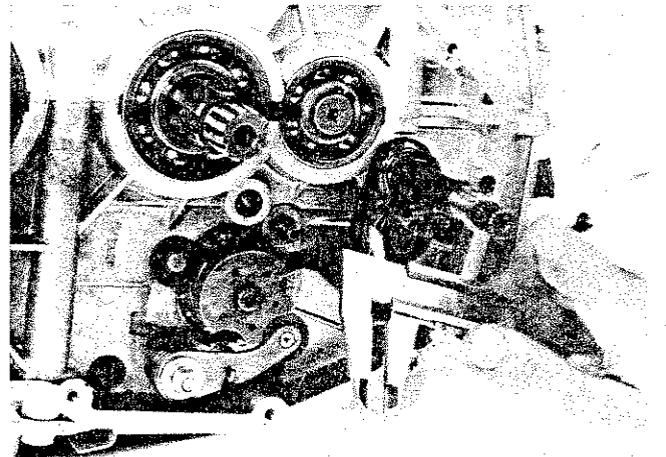

Fig. 150
6) Montare la molla di richiamo sull'alberino del pedale e quindi osservare se a riposo l'eccentrico risulta al centro del foro ovale: se non lo fosse, piegare lievemente i bracci della molla (Fig. 150).
6) Fit the return spring of the gear pedal shaft; the cam should be aligned with the center of the slotted hole, when the mechanism is at rest. Otherwise slightly bend the spring arms (Fig. 150).